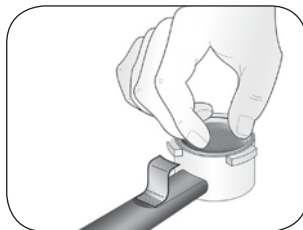

Abb. 15
- 2 Den Portionsbeutel mit den Fingern nach unten in den Filter drücken (Abb. 15).